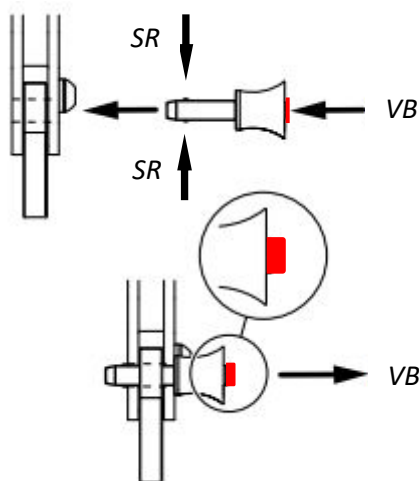

Abbildung 15: Kugelsperrbolzen für die hintere Verbindung zweier Uniray-Fly-Pro-Lautsprecher mittels Uniray-Fly-Pro-Serie-Lastadapter
1. Drücken Sie den Verriegelungsbolzen [VB], um die Sperrriegel [SR] zu entriegeln (Abbildung 15).